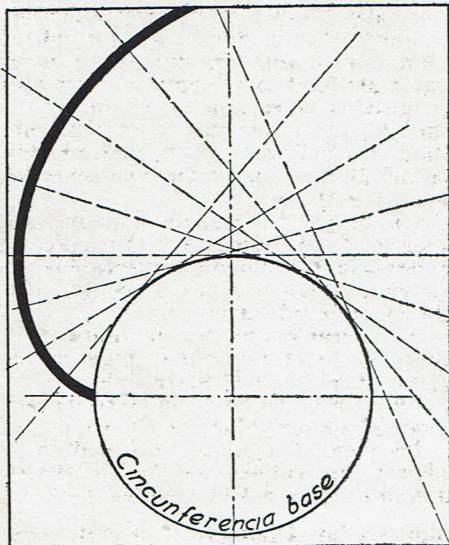

Fig. 4
1.º procedimiento. Generación de una evolvente de círculo sobre un plano giratorio de velocidad angular constante ω , por una recta, lg , que se traslada sobre él con velocidad lineal constante, V , en tal posición que su dirección propia forma un ángulo β con la dirección de traslación (Fig. 4).
Generación. Si la recta generadora forma con la dirección de traslación un ángulo cualquiera y está situada en el instante inicial, en el lugar que la figura indica, cuando el sistema se ponga en movimiento barrerá sobre el plano giratorio una superficie, y la línea de separación entre la zona barrida y la no barrida será una curva (Fig. 4).